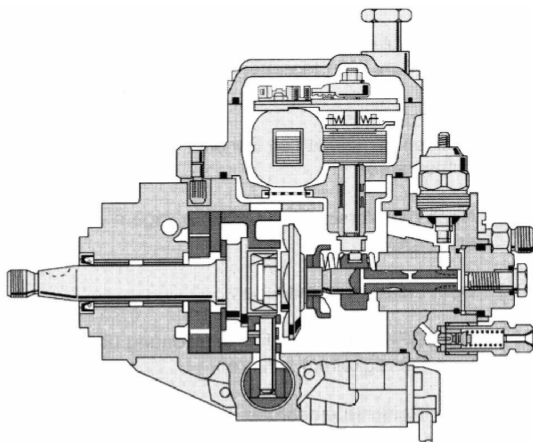

图 4-10
38. 下面关于图 4-10 所示的喷油泵的说法，正确的是哪一项？
- ① 发动机每个汽缸中都有 1 个泵
- ② 喷油压力是经叶片泵产生的
- ③ 喷油泵产生压力供发动机所有缸使用，只有一个泵
- ④ 泵只允许横卧安装
- ⑤ 泵只能给一个汽缸供油
- ① 燃油先喷入前室，然后点火
- ② 直列式喷油泵产生喷油压力
- ③ 每一个缸有自己的喷油泵产生喷油